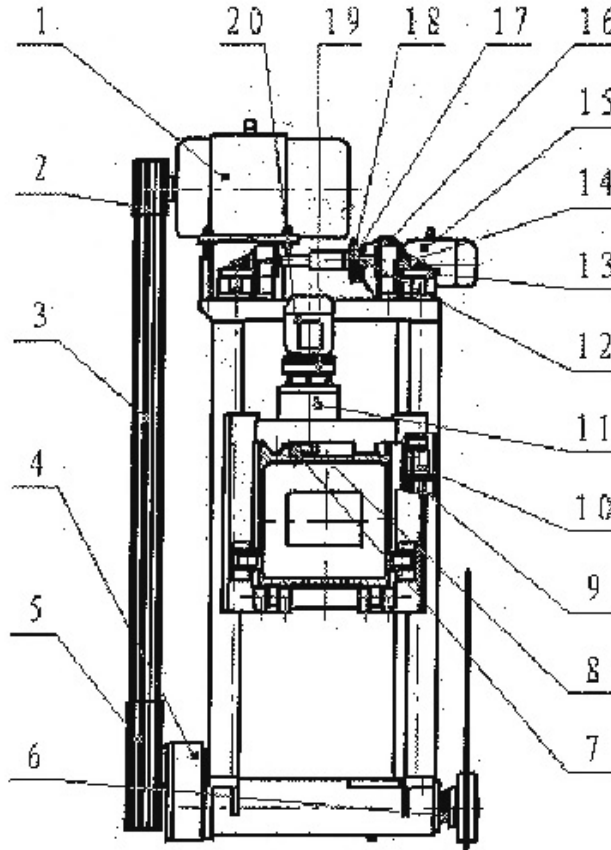

图 6 QJS160、QJS180、QJS220 传动机构
主要传动机构工作原理 (见图 6)
1、锯片旋转传动机构 (见图 6)
2、锯片进给传动机构 (见图 6)
3、锯片升降传动机构 (见图 6)